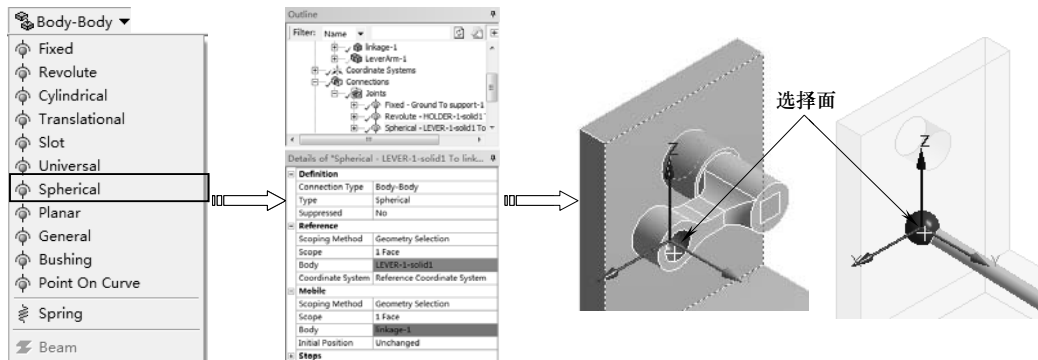

图 10-22 创建球铰 1
5) 单击【Connections】工具栏上的【Body-Body】|【Spherical】命令，分析树中增加【Spherical-No Selection To No Selection】节点。分别选择如图 10-22 所示的表面，再分别单击详细设置窗口中的【Preference】和【Mobile】列表中【Body】下的【Apply】按钮完成，如图 10-22 所示。